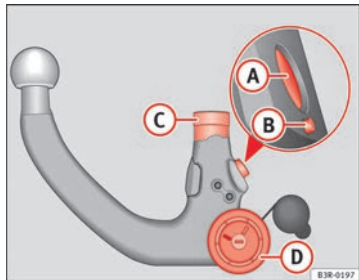

Abb. 164 Abnehmbare Anhängervorrichtung: Kugelstange
- Überprüfen Sie die Kugelstange am Verriegelungsbolzen **(A)**, Auslösebolzen **(B)**, Einsteckschaft **(C)** und Handrad **(D)** ⇒ Abb. 164 auf Verschmutzung und Beschädigung.